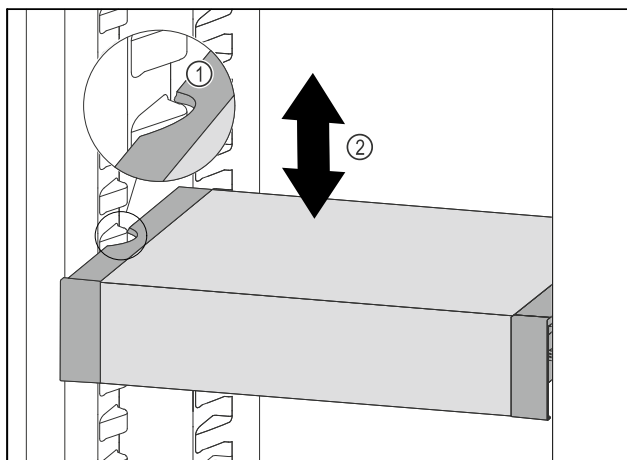

Fig. 103
- Тяните VarioSafe вперед, пока боковые выемки VarioSafe не окажутся на высоте выступа резервуара в холодильном отделении. Fig. 103 (1)
- ▶ Двигайте VarioSafe в холодильном отделении вверх или вниз, пока не будет достигнута требуемая высота. *Fig. 103 (2)*